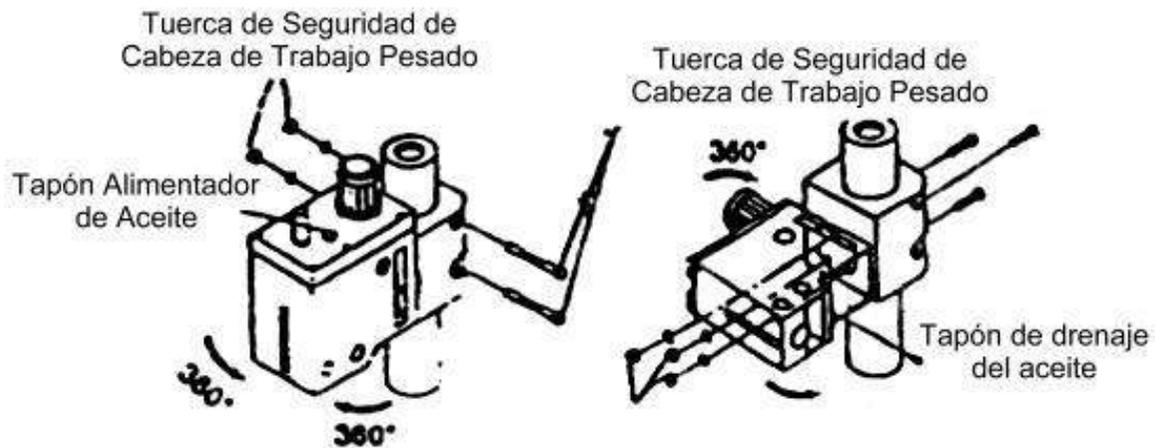

Figura 2, Identificación de las partes para suministro de aceite.
Incline el cabezal hacia arriba, como se muestra en la figura 2.
6.1.1 Para levantar o bajar el cabezal, suelte las dos tuercas de seguridad del cabezal como se indica en la figura 2. Utilice la manija izquierda de la caja para desplazar el cabezal sobre la cremallera y los piñones. Ajuste la altura del cabezal hasta sus requerimientos, cuando llegue a la altura que necesita fije las tuercas de seguridad para evitar que la vibración suelte estas tuercas.